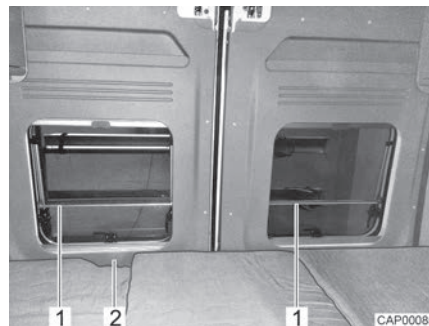

Fig. 72 Protection antichute (lit arrière longitudinal)
- ▷ Les fenêtres des portes arrière sont dotées d'une protection antichute (Fig. 72,1). La porte arrière peut être ouverte de l'intérieur au moyen de la poignée (Fig. 72,2).